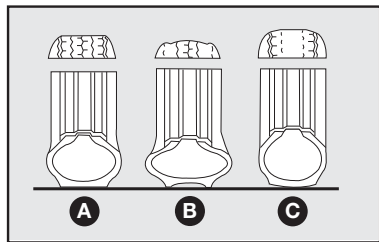

fig. 19
**Uma pressão errada provoca um desgaste anormal dos pneus fig. 19.**